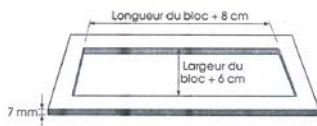

Fig.1 - Exemple de gabarit de retenue de la pâte
- Règles de retenue de la pâte (en acier, d'épaisseur : 7 mm) ou gabarit métallique conforme à la Figure 1.